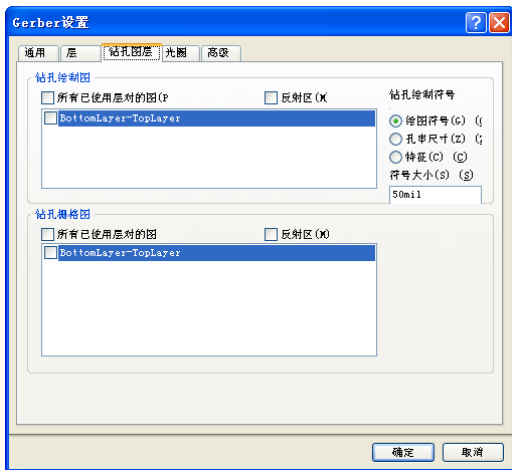

图 10-46 “钻孔图层”选项卡
Step5 单击“钻孔图层”选项卡，如图 10-46 所示。在“Drill Drawing Plots（钻孔图会制图）”选项组中勾选“BottomLayer-TopLayer（底层-顶层）”复选框，在该选项组右侧的“钻孔绘制符号”选项中选点“绘图符号”单选按钮，将“孔串大小”设置为 50mil。